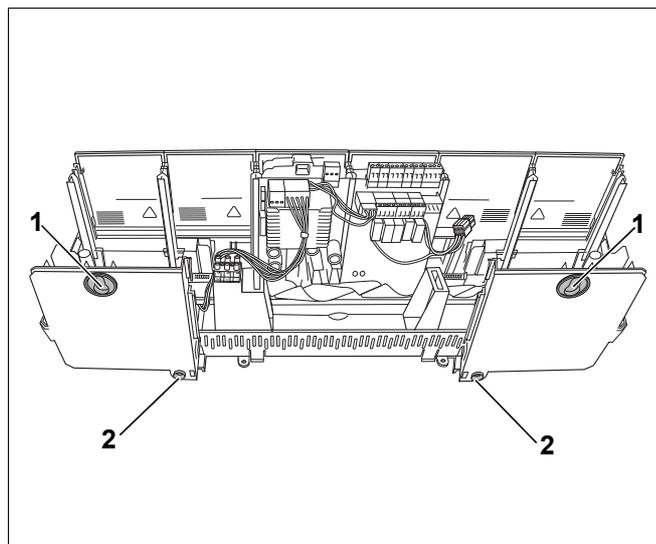

Рис. 3 Задняя сторона системы управления, отверстия для крепления
- Пробейте отверткой два верхних крепежных отверстия системы управления (→ рис. 3, [1]).
- Закрепите систему управления на стене четырьмя винтами (→ рис. 3, [1] + [2]).